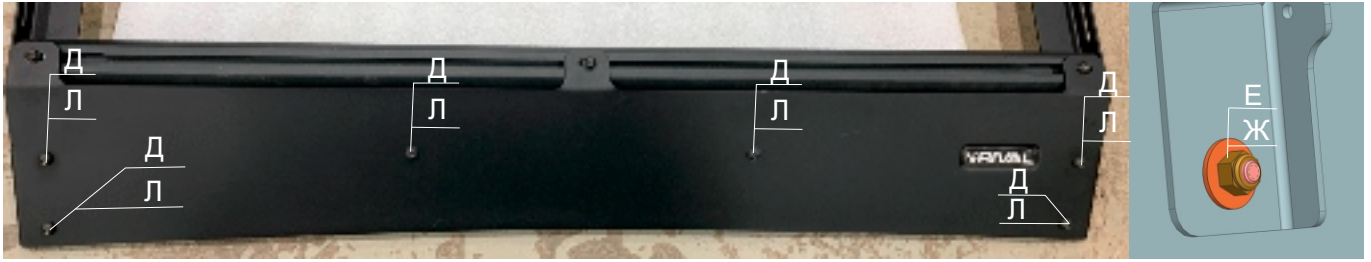

Рис.10
8. Закрепить дефлектор (поз.1) к кронштейнам дефлектора 1 (поз.6, поз.7) и кронштейнам дефлектора 2 (поз.8, поз. 9) с помощью винтов М8х20 (поз. Д), шайб 8 (поз. Л), шайб 8 увеличенных (поз. Е) и гаек М8 (поз. Ж). (Рис. 10).